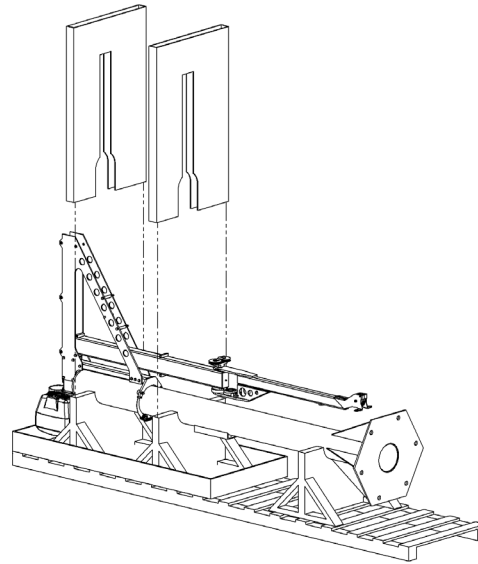

Fig. 2C. Rimozione del supporto di imballaggio.
- 2.3 Rimuovere i supporti di imballaggio (**Fig. 2C**).